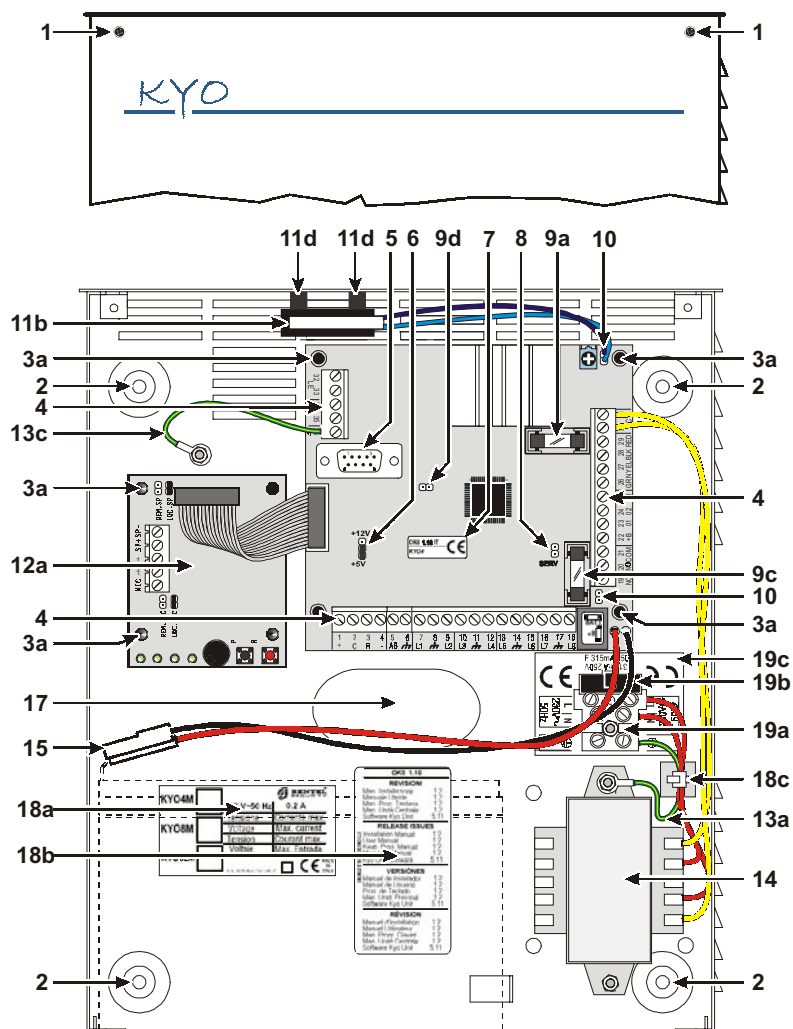

Fig. 2.1 - Centrale KYO 32 M completa di scheda opzionale NC2/VOX
*Utilizzare fascetta e fermacavo autoadesivo (vedi [18c] in Fig. 2.1) per unire insieme e bloccare i conduttori ROSSI del trasformatore e quello di Terra [13a].*